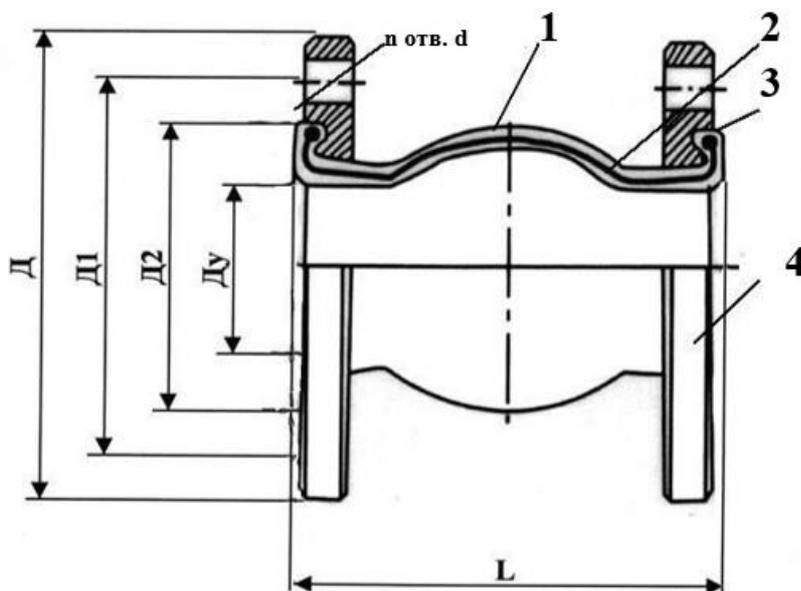

РИС. 1
3.2. Основные габаритные и присоединительные размеры в мм, приведены в табл. 1 и на рис. 1.
4.1. Фланцевые компенсаторы состоят из следующих основных частей (рис. 1).